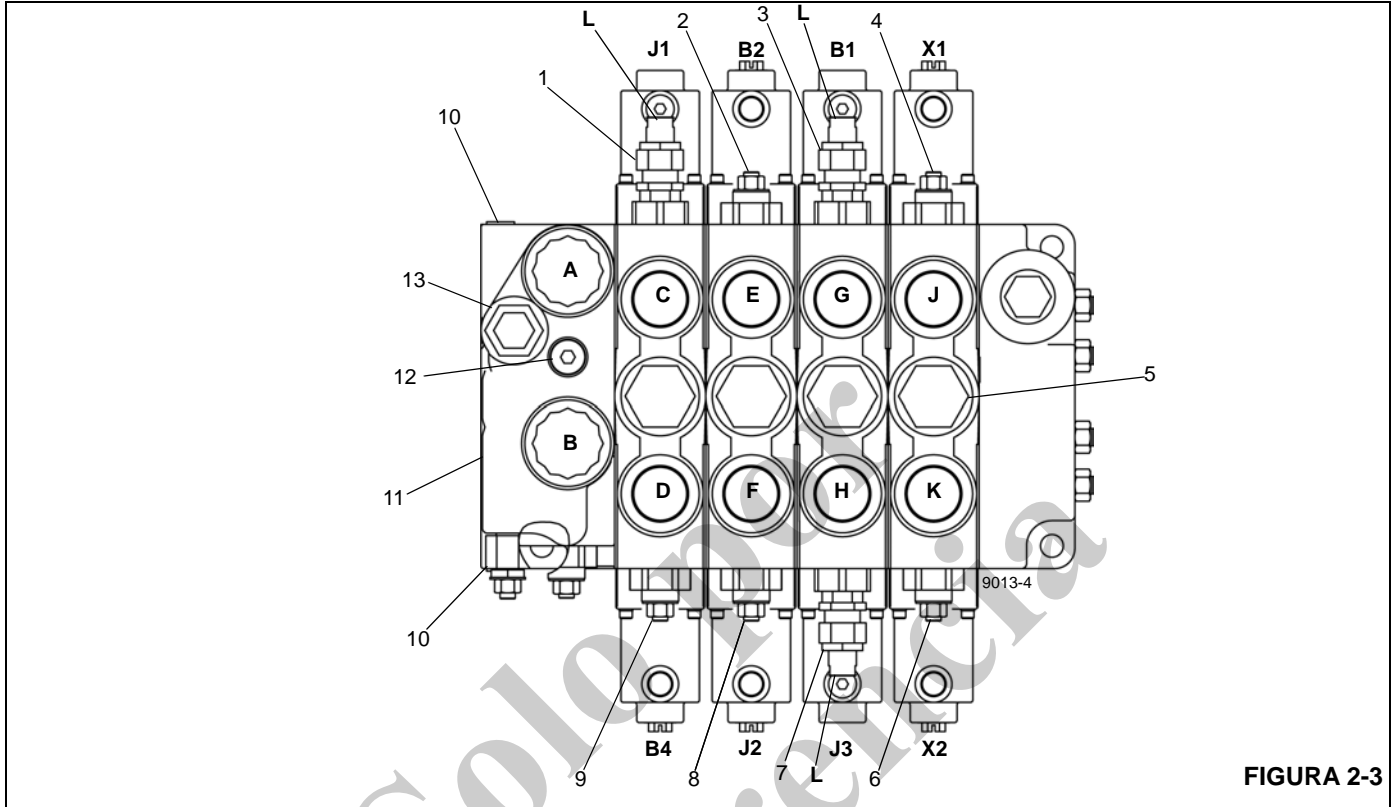

FIGURA 2-3
Vea la Figura 2-3 para el procedimiento siguiente.
1. Con el motor apagado, instale un acoplador de desconexión rápida para diagnóstico y revisión de presión (Parker PD240) con manómetro en la boquilla de prueba de la lumbrera del manómetro GP de la válvula de control de sentido (vea la Figura 2-3).